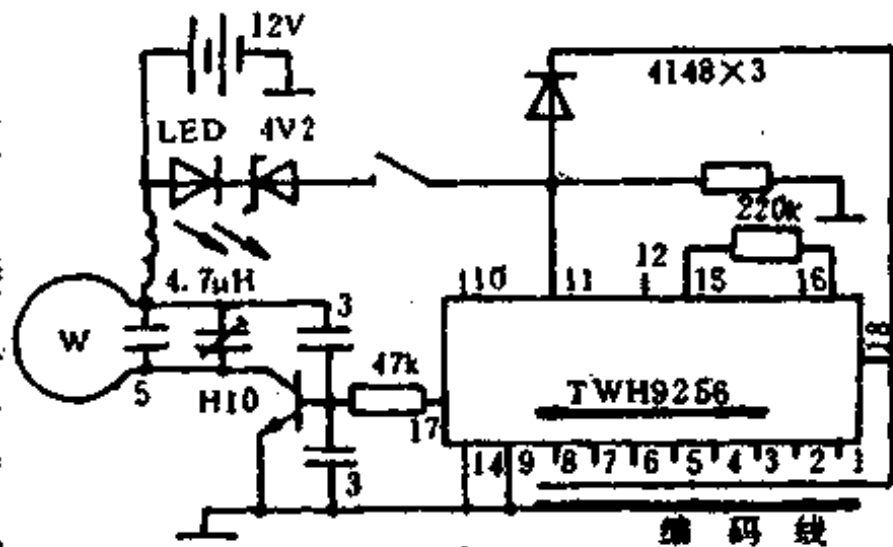

图 1-320
遥控门锁由密码遥控发射操纵器,接收解码模块和电锁执行机构三个部分组成。图 1-320 是无线电加密发射电路 TWH9256E,图中 TWH9256 是一片可四态编码,密码度多达 42 万余组的新型编码电路。当按键时,编码脉冲由⑰脚送至振荡